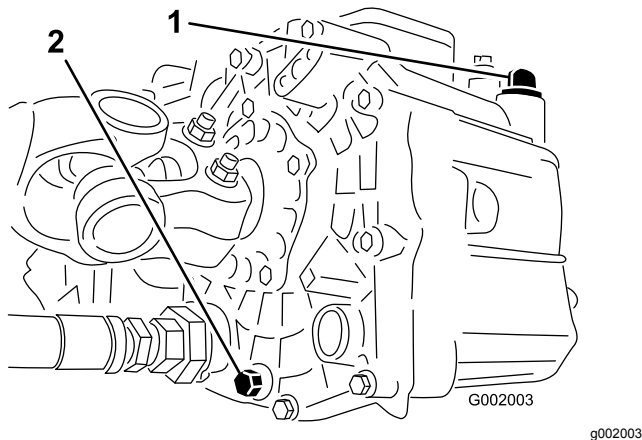

Figura 50
3. Retire el tapón de vaciado del lado del depósito y deje que se drene el fluido hidráulico al recipiente (Figura 50).